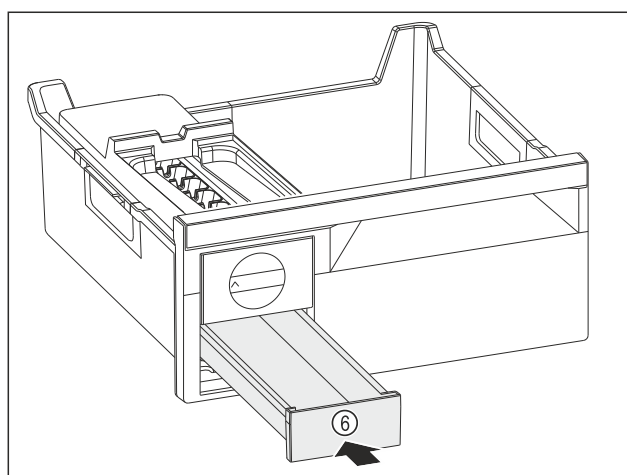

Fig. 87
- ▶ Zásuvku na kostky ledu Fig. 87 (6) zasuňte.